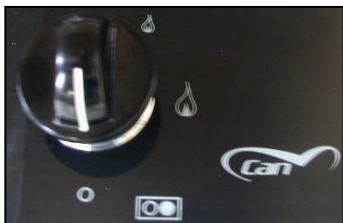

Figura 1
Per accendere i bruciatori del piano: assicurarsi di aver aperto il rubinetto del gas installato a monte dell'apparecchio. Premere e ruotare in senso antiorario la manopola corrispondente al bruciatore da usarsi, portandola in posizione di massimo (fiamma grande), come illustrato in figura 1. Questa posizione è facilmente riconoscibile per via di un piccolo fermo meccanico. A questo punto, avvicinare al bruciatore un fiammifero già acceso (o un accenditore elettrico) e premere a fondo la manopola. Mantenere premuta la manopola per qualche secondo, quindi rilasciarla. Tale operazione si rende necessaria per attivare la sicurezza gas (termocoppia). Si tratta di un dispositivo termoelettrico che garantisce in pochi secondi la chiusura dell'erogazione gas in caso di spegnimento accidentale della fiamma.
A bruciatore acceso, posizionare la manopola nella posizione di minimo (fiamma piccola, figura 1), quindi collocare il recipiente sulla griglia.
- portare il bruciatore in posizione di minimo (fiamma piccola, figura 1) quando si è giunti ad ebollizione;